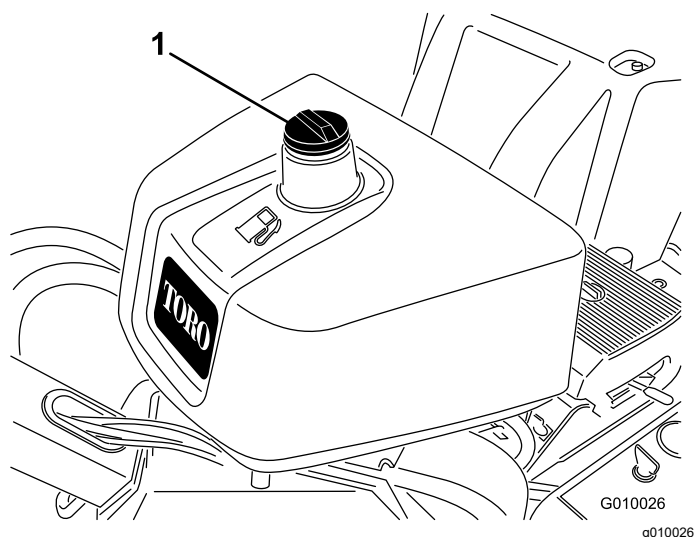

Рисунок 15
2. Очистите область вокруг крышки топливного бака и снимите крышку (Рисунок 15).